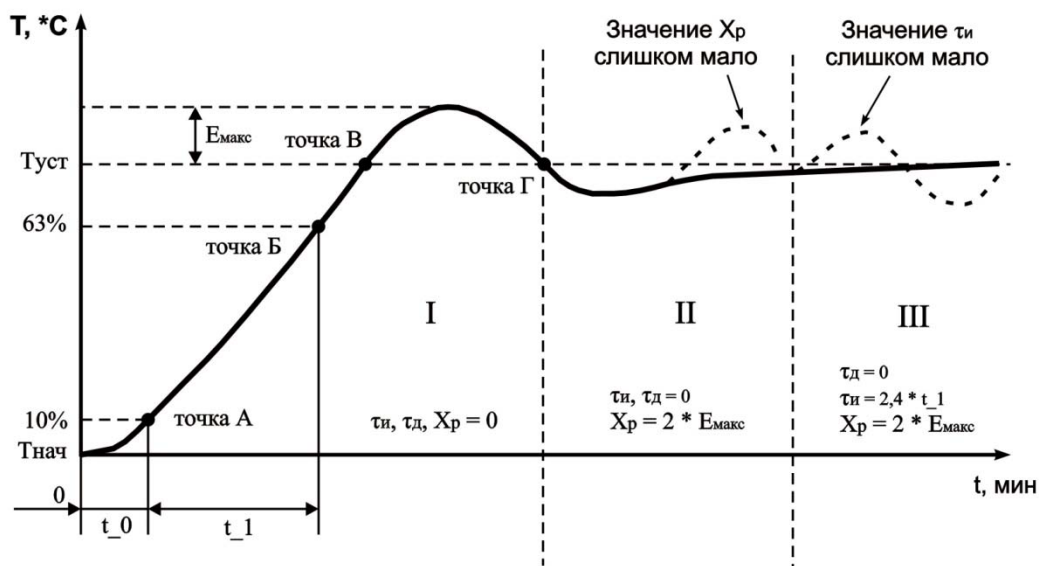

Рисунок 7.1 - Ручная настройка ПИД-регулятора
7.2.5.2.3 Установить значение параметра $CH1 = 3$ ($CH2$, $CH3$, $CH4$). После нажатия кнопки **ВВОД**, на индикаторе отобразится мигающая надпись “ $P \bar{c} d$ ” с соответствующим индикатором номера настраиваемого канала в течении времени 10 сек (время может меняться в зависимости от установленного времени фильтра $Ft1$, $Ft2$, $Ft3$, $Ft4$). По окончании времени регулятор выдаст непрерывный максимальный выходной сигнал и на дисплее отобразится текущая температура с точкой в младшем разряде “xxx.”. В результате чего выходное реле нагрузки будет включено до тех пор, пока не будет достигнута величина температуры равная $SP(T_{уст})$. После выключения реле нагрузки (стадия I, точка B на рисунке 7.1) некоторое время температура по инерции будет продолжать увеличиваться. Как только контролируемая температура опустится ниже $SP(T_{уст})$, процесс автонастройки заканчивается (точка Г рисунок 7.1), на дисплее отображается непрерывная надпись “ $P \bar{c} d$ ”. OPTIDIN TP-101 вычисляет коэффициенты ПИД регулятора: полюсу пропорциональности X_p , постоянную времени интегрирования τ_i , постоянную времени дифференцирования τ_d . После окончания автонастройки необходимо нажатием кнопки **МЕНЮ** перевести прибор в режим программирования, в котором можно посмотреть и скорректировать полученные значения коэффициентов.
7.2.6.3.6 Измерить максимальное значение перерегулирования между точками В и Г (Е_{макс}, рисунок 7.1).